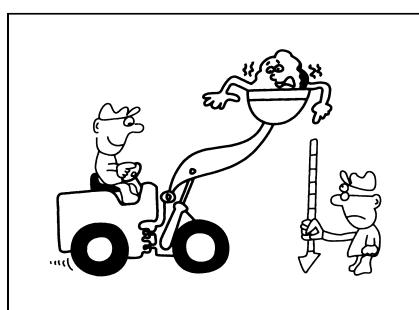

Рис. 1-41
- Запрещается ходить с высоко поднятым полным ковшом, это очень опасное. При транспорте с полной нагрузкой следует выбрать подходящую скорость, расположить ковш низко до упора заднего опрокидывания, ходить при подходящей высоте от земли (500мм—600мм). Это понижает центр тяжести и обеспечивает стабильность погрузчика(рис. 1-41).